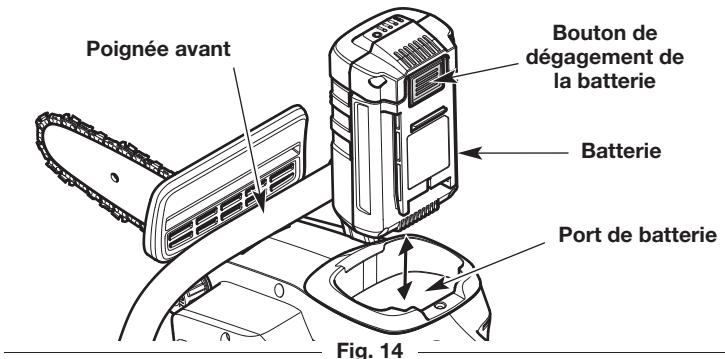

Fig. 14
1. Saisissez fermement le protège-main avant (Fig. 14).
2. Insérez la batterie en la faisant glisser dans le port de la batterie (Fig. 14). Poussez fermement la batterie jusqu'à ce que le loquet de la batterie s'enclenche (Fig. 14). Vous devriez entendre un « clic ».
2. Appuyez sur le loquet de la batterie pour la déverrouiller (Fig. 14).
3. Retirez la batterie du port de la batterie (Fig. 14).